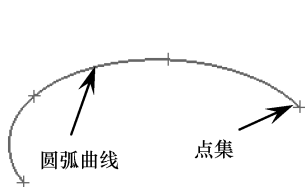

图 5-30 曲线点
- 曲线点：通过选择曲线或边，在其上创建出点集，如图5-30所示。